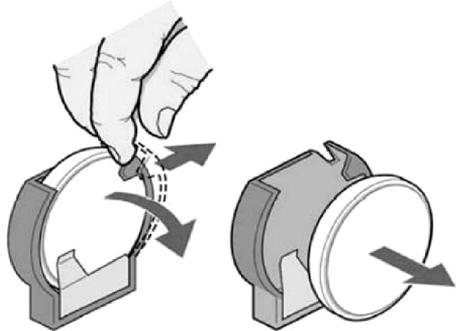

图 2-77 更换电池方法示意图
3) 轻轻地在电池座上抬起电池保持夹，如图 2-77 所示，电池即会从电池座中弹出，取出电池时应注意电池上“+”极和“-”的方向。